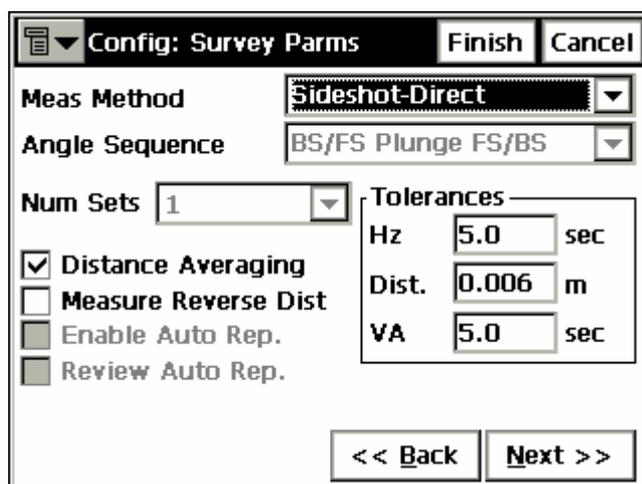

Рисунок 3-53. Настройка: Параметры Съёмки
9. В окне **Config: Survey Parmс** задайте метод выполнения измерений и нажмите **Next (След)** (рис. 3-53 на стр. 3-36).